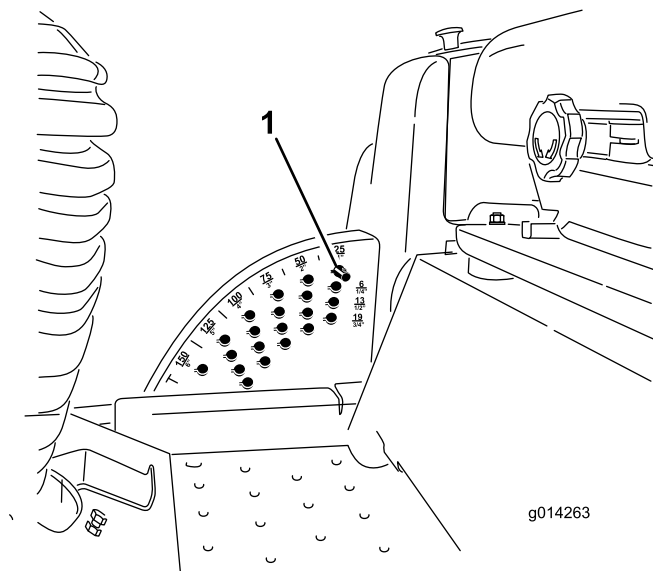

Рисунок 2
3. Заметьте положение штифта регулировки высоты скашивания относительно положения кронштейна регулировки высоты скашивания, чтобы использовать это положение при повторной сборке (Рисунок 2). Удалите штифт регулировки высоты скашивания из кронштейна регулировки высоты скашивания.